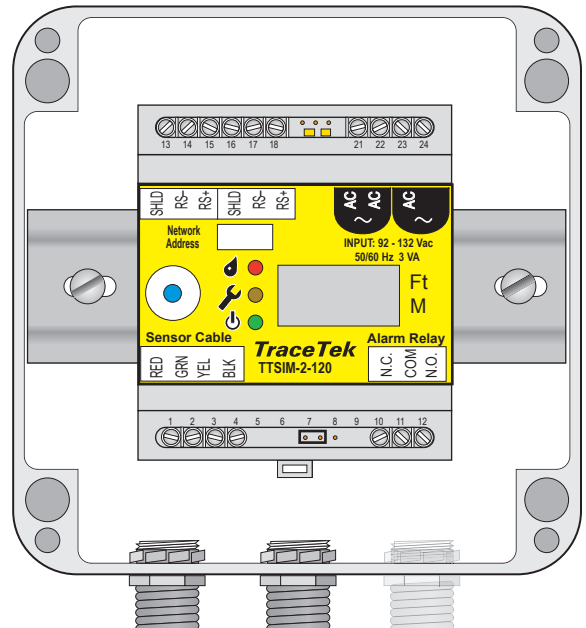

图2：NEMA 4X外壳
TTSIM-2模块安装（带NEMA 4X外壳 - 图2）
- 典型的户外或苛刻环境条件安装要求TTSIM-ENC具备三个安装孔：一个用于电源与遥测电缆进线，一个用于电源与遥测电缆出线，一个用于传感电缆引出线。见图2。